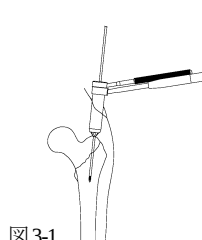
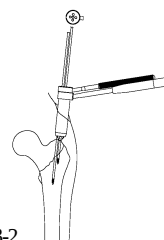

図3-1
図3-2
- * 3) プロキシマルリーマーを使用する場合は、スキンプロテクターにガイドピンスリーブを組み付け、3.2 ガイドピンの刺入後（図3-1）、リーマー後端にグリップハンドルを接続し、リーミングします。（図4）大転子の骨折部付近にネイル挿入口を作成する場合には、ロングクラウンリーマーを用います。（図5）ガイドピンの刺入位置が適切でない場合、先に刺入したガイドピンをガイドにして、再度至適位置にガイドピンを刺入します。（図3-2）